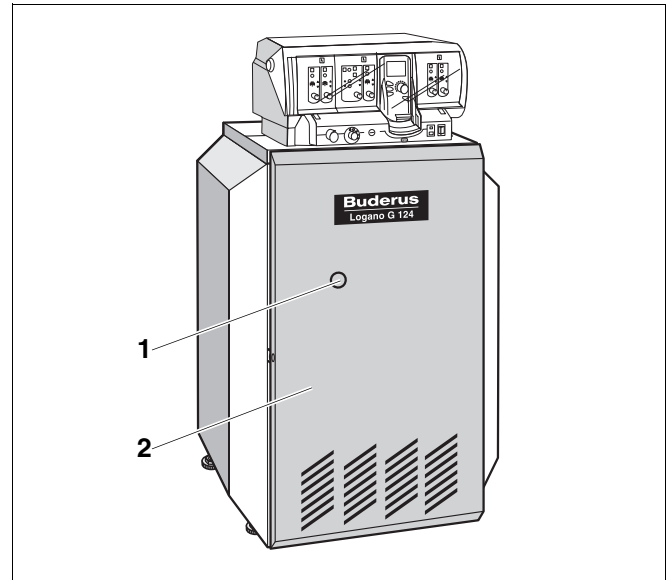

Abb. 6 Brennerstörungen beheben
Bei einer Brennerstörung leuchtet die Störlampe (Abb. 6, **Pos. 1**) am Heizkessel.
- Drücken Sie den Entstörtaster des Brenners (Abb. 6, **Pos. 1**) durch die Bohrung der Brennerhaube.